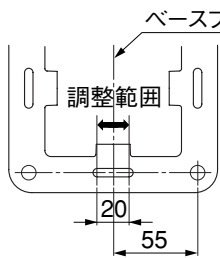

図4-4
- C部の調整方法は長孔の中心より側桁側に10mm、D部の調整方法は長孔の中心より前桁側に10mmずらしてください。(図4-4, 4-5, 4-6参照)